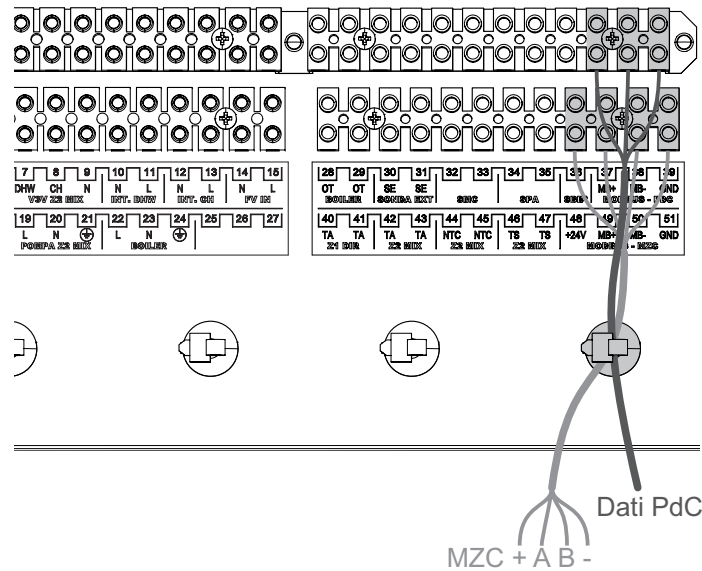

Figura 2.30
- Collegare il cavo dati (AWG22) della PdC e quello del Controllo remoto (MZC) alle morsettiere e bloccarli con l'apposita fascetta (Figura 2.30).